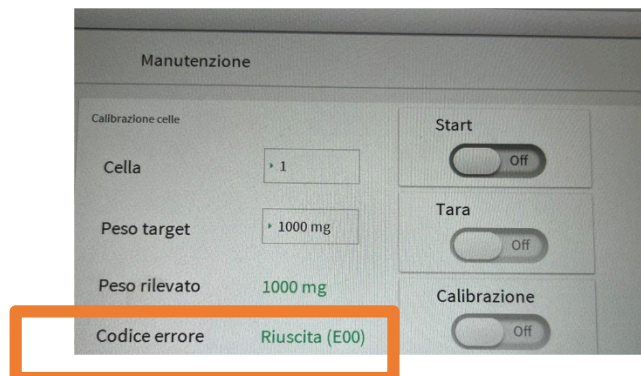

Fig.28
6. Se la calibrazione della cella da esito conferme appare il messaggio "Riuscita" nel campo "Codice errore" (Fig.28)